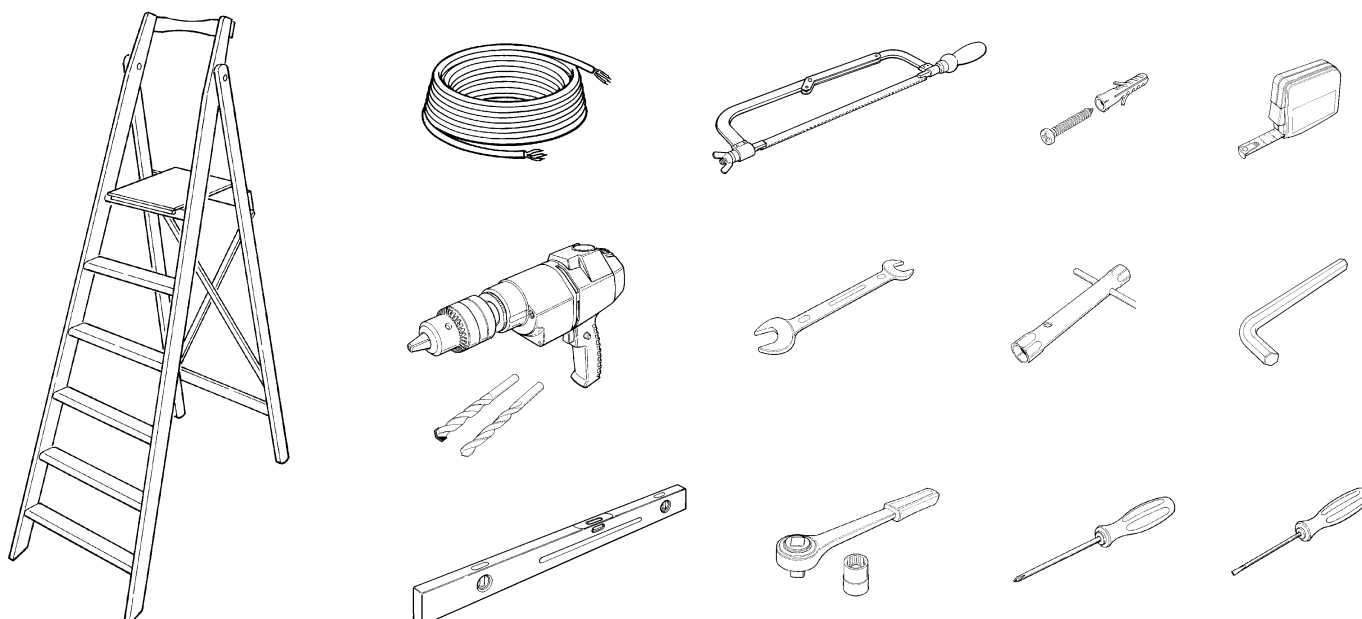

Figura 12
**Asegúrese de tener todas las herramientas y el material necesario para la instalación; controle que estén en buenas condiciones y que respeten las normas de seguridad. Algunos ejemplos en la figura 12.**